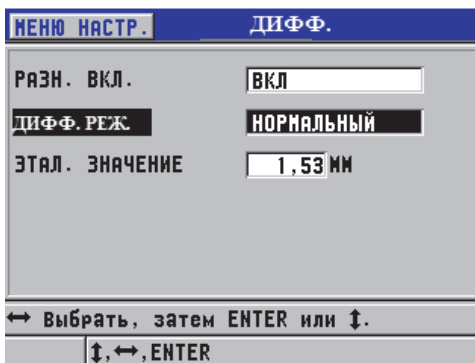

Рис. 7-2 Окно ДИФФ.
2. На странице диалогового окна **ДИФФ** (см. Рис. 7-2 на стр. 145):